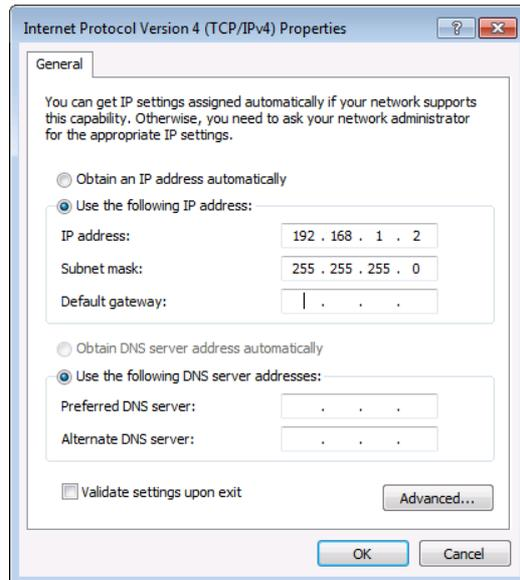

図17：インターネットプロトコルプロパティ ウィンドウ
6. 静的IPアドレス指定に次の IPアドレスを使用する を選択し、図17 に示すように詳細を入力します。TCP/IPv4 の場合、192.168.1.1 ~ 192.168.1.255 の範囲内の任意の IPアドレスを使用できます (192.168.1.39 を除く)。